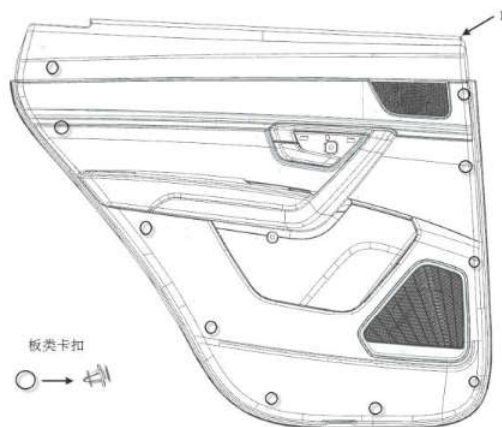

图 9-1-3 左后门护板卡扣位置示意图
- (3) 如图 9-1-3，用手掰上本体前端，如箭头 1 处，将门护板上本体与水切分离，然后用缠有胶